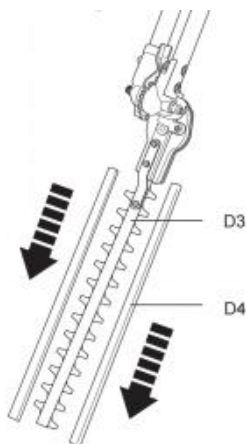

Fig. 23
1) Retirez les couvre-lames (D4) de la lame (D3) avant l'utilisation (Fig. 23).